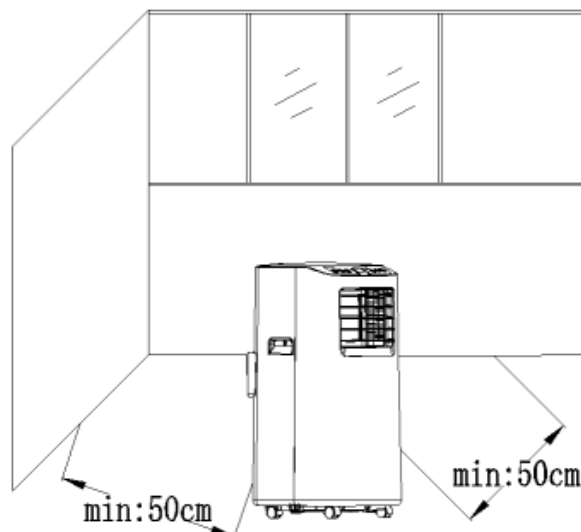

Abb. 4
- 1) Die Klimaanlage mit der eingebauten Warmluft-Austrittsleitung und mit dem eingebauten Zubehör vor einem Fenster aufstellen, wobei der Abstand des Klimaanlage-Körpers von Wänden und anderen Gegenständen mindestens 50 cm betragen muss (siehe Abb. 4).